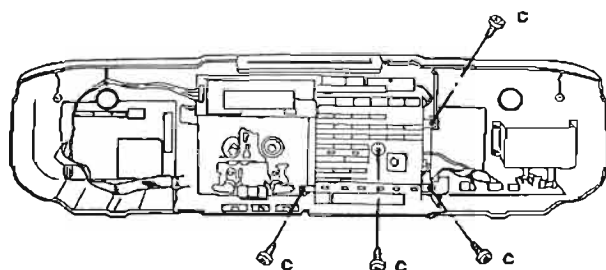

Abb. 3 Fig. 3
2. Bedien-/LCD-Teil ausbauen (Abb. 3, 4)
2. Removal of the Operation/LCD Unit (Figs. 3, 4)